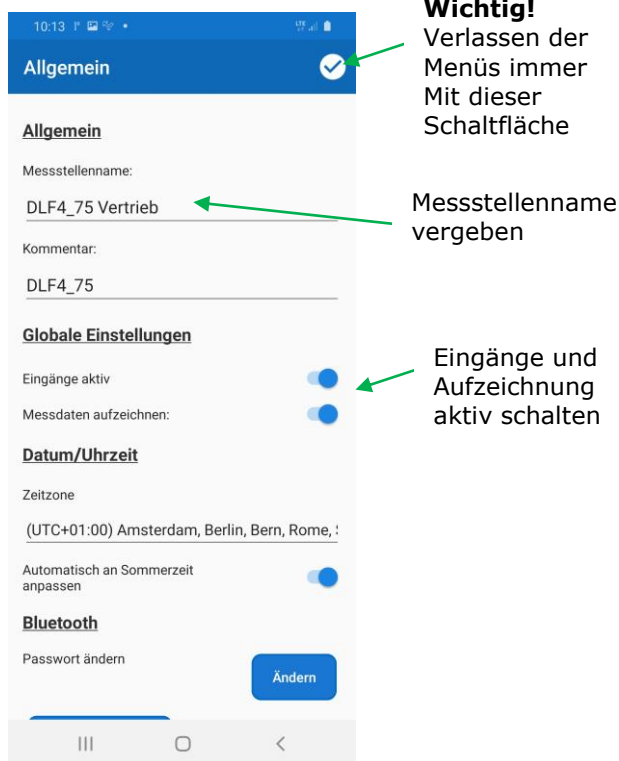

Abb.13
- Im Menü „**Einstellungen/Allgemein**“ (Abb.13)